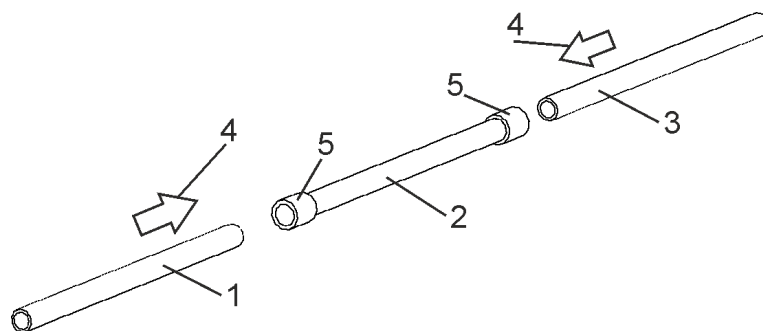

Рис. 5 Сборка направляющей переносного шлейфа
1.5.1.5 Направляющая собирается путем вставки с усилием крайних элементов 1 и 3 (Рис.5) направляющей во втулки 5 среднего элемента 2, в направлении указанном стрелками 4;